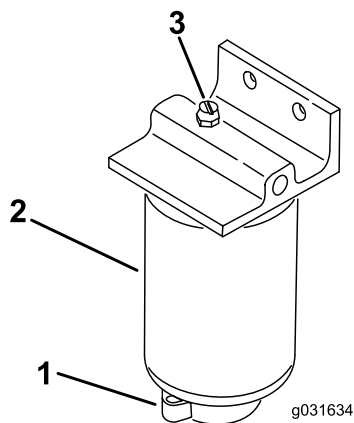

图 51
2. 松开滤清器底部的排油阀 图 51。
1. 清洁滤清器的安装区域 图 51。